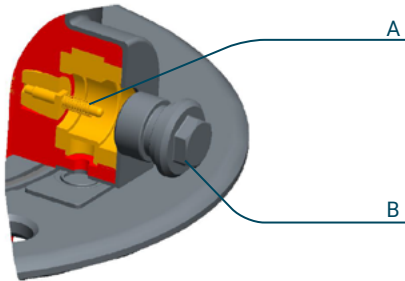

Figure 3
Pour vérifier la pression différentielle, la capacité ou le facteur de puissance, dévissez le bouchon (A) et retirez le ressort (B) (Figure 3). Branchez ensuite le câble coaxial de l'appareil.
Une fois les mesures terminées, connectez la bride à la terre à l'aide du ressort et du bouchon (réf. Figure 3).